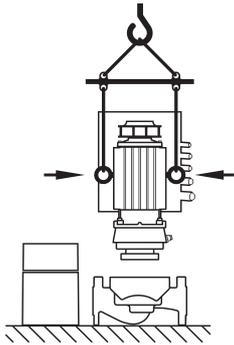

Fig. 9: transporte del juego de introducción
- Si fuera necesario, p. ej., en caso de reparación, se pueden trasladar las argollas de transporte desde la brida del motor a la carcasa del mismo (véase, p. ej., Fig. 9). Antes del montaje de las argollas de transporte en la carcasa del motor, desatornille los espaciadores de las aberturas para dichas argollas (Fig. 7, pos. 20b) (véase el capítulo 10.2.1 “Sustitución del cierre mecánico” en la página 45).
- Si se han trasladado las argollas de transporte de la brida del motor a la carcasa del mismo, éstas sólo se pueden usar para cargar o transportar el juego de introducción (Fig. 9), quedando excluidos el transporte de la bomba completa y la separación del juego de introducción de la carcasa de la bomba.